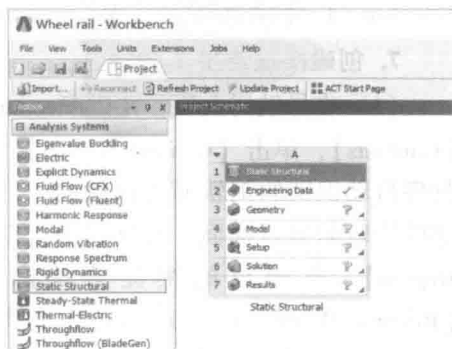

图 1-2 创建结构静力分析
(1) 在工具箱【Toolbox】的【Analysis Systems】中双击或拖动结构静力分析【Static Structural】到项目分析流程图，如图 1-2 所示。
(2) 在 Workbench 的工具栏中单击【Save】，保存项目实例名为 Wheel rail.wbpj。如工程实例文件保存在 D:\AWB\Chapter01 文件夹中。